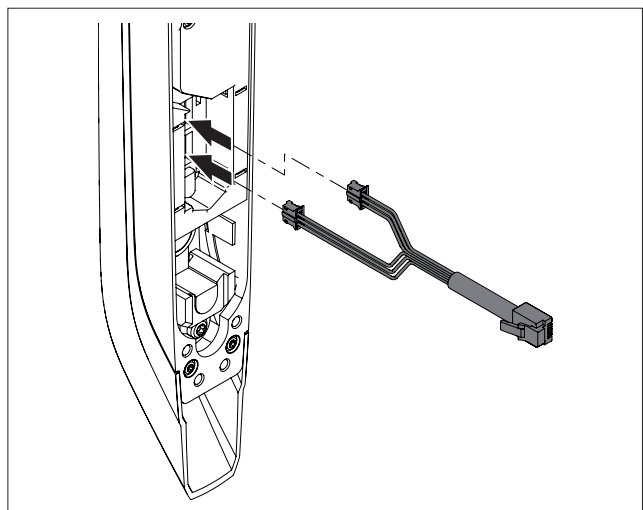

Abb. 4: Anschluss des Kabels am Komfortgriff
- Schließen Sie Anschlusskabel am Komfortgriff so an, dass der Stecker mit den langen Kabeln in der unteren Buchse sitzt und der Stecker mit den kurzen Kabeln in der oberen Buchse (vgl. Abb. 4).